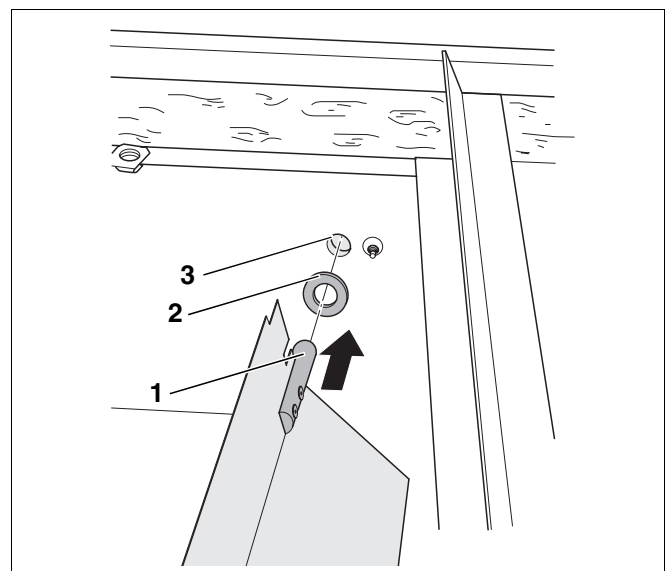

Abb. 6 Klappe montieren (hier z. B. G334)
- Distanzscheibe (Abb. 6, **Pos. 2**) auf den linken Lagerstift der Klappe (Abb. 6, **Pos. 1**) schieben.
- Linken Lagerstift der Klappe (Abb. 6, **Pos. 1**) in die linke Bohrung der Strömungssicherung (Abb. 6, **Pos. 3**) schieben.